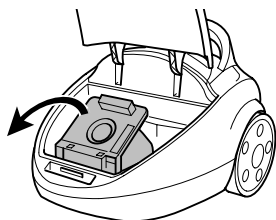

Abb. 19
3. Ziehen Sie den Staubfilterbeutelhalter samt Staubfilterbeutel nach oben heraus (Abb. 19).